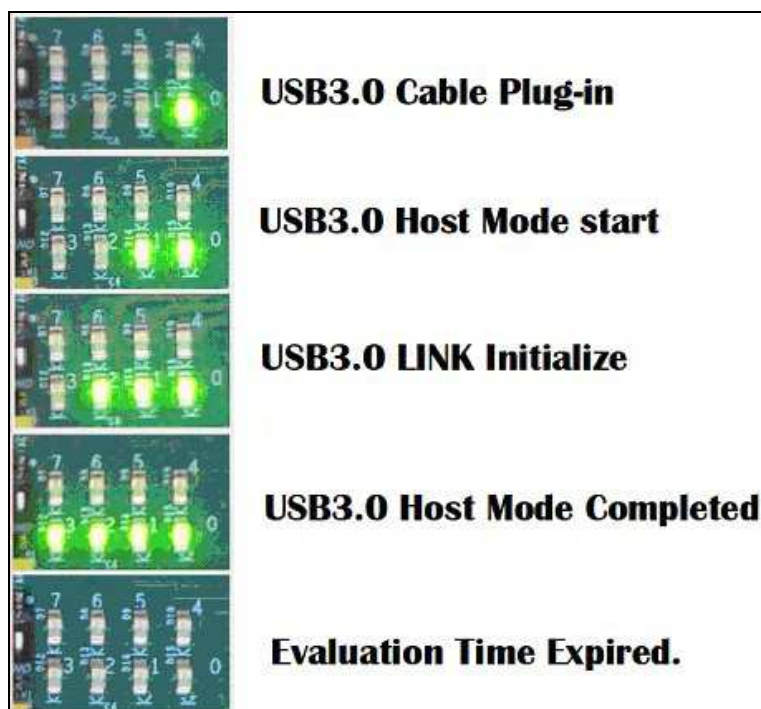

図 8: ホスト正常起動時の LED 点灯状態
- sof ファイルのダウンロードおよび JTAG UART の出力動作が開始したら FPGA 評価ボード上の LED0-3 の発光パターンが図 8 の状態であるかを確認します。各 LED の意味は下表 3 を参照してください。なお、USB ケーブルを外すと LED0 が点滅し、その他の LED は消灯します。再挿入すると状態に応じた点灯状態となります。